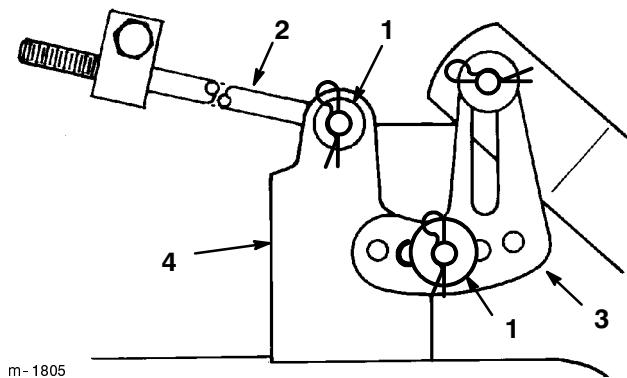

Figure 41
10. Enlevez la goupille fendue et la rondelle de l'extrémité de la longue tige (Fig. 41) et glissez la tige hors du support du plateau.
11. Enlevez la goupille fendue et la rondelle de la patte de mise à niveau du plateau de coupe (Fig. 41). Dégarez la patte de l'axe de montage et remettez la rondelle et la goupille fendue en place pour ne pas les perdre.